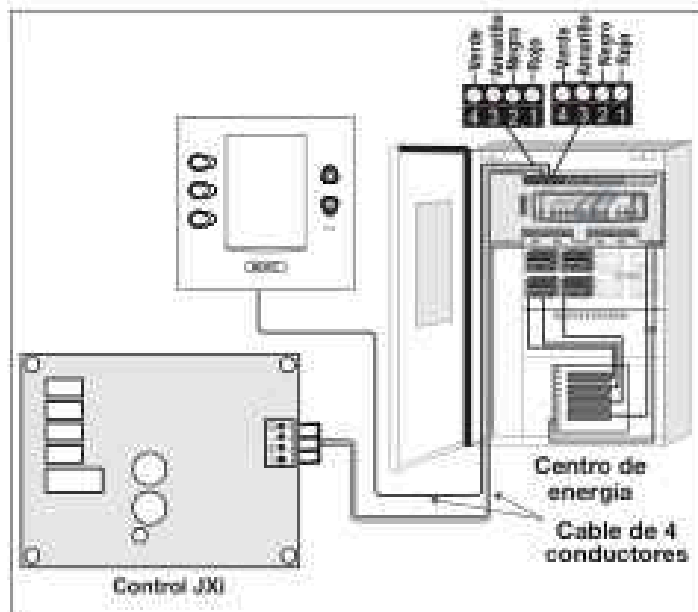

Figura 18. Conexión del calentador Jandy JXi al centro de energía
2. Tienda un cable de 4 conductores desde el conector rojo de 4 pines de la interfaz de energía de la bomba de calentamiento Air Energy o del calentador JXI hasta el conector rojo de 4 pines del centro de energía (consulte la Figura 18).